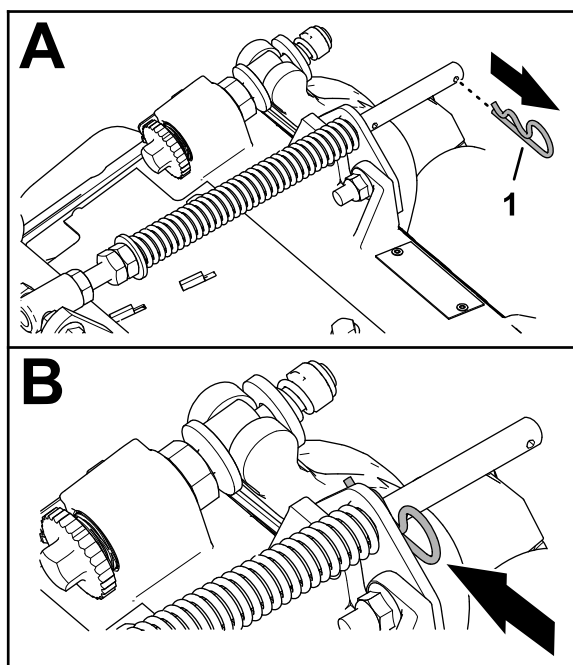

Bild 7
1. Wenn der Splint im hinteren Loch der Kompensierungsfederstange installiert ist, entfernen Sie den Splint und setzen Sie ihn in das Loch neben der Halterung ein (**Bild 7**).